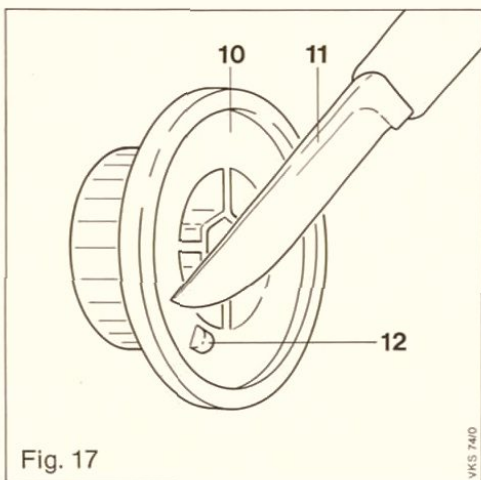

Fig. 17
- Togliere la manopola (10) del regolatore della temperatura della caldaia fig. 17.
- Levare gli eccentrici a scatto (12) sulla manopola (10) con utensile adatto (11).
- Applicare nuovamente la manopola (10) sul regolatore della temperatura della caldaia.